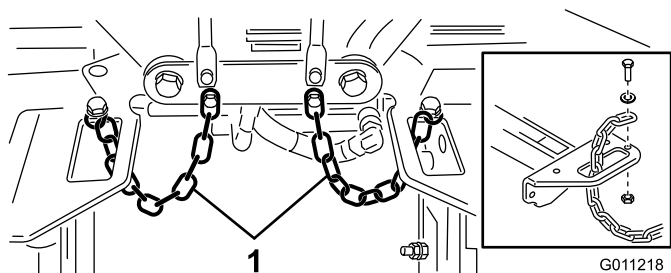

図 19
4. 各キャリア・フレームのスロットにチッパー・チェーンを下から上に通し、これらのチェーンをキャリア・フレームの上に固定する（キャップスクリュー、ワッシャ、ロックナットを使用）（図 19）。